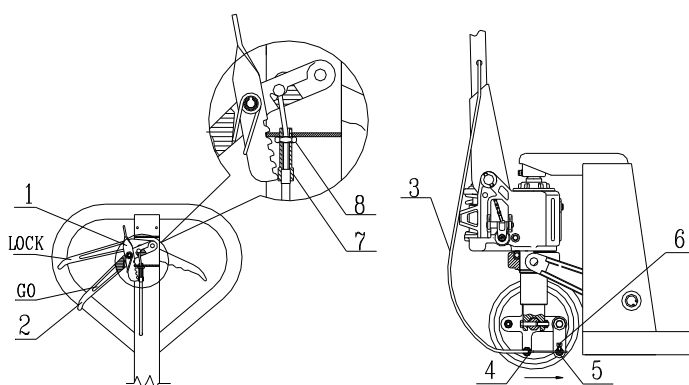

Рис. 7
- Как показано на Рис. 7, снимите Винт 6, последовательно проведите провод тормоза 3 через отверстия в осях 4 и 5, затяните его в обозначенном направлении, установите винт 6 и закончите установку, затянув его. Этот этап завершает установку.